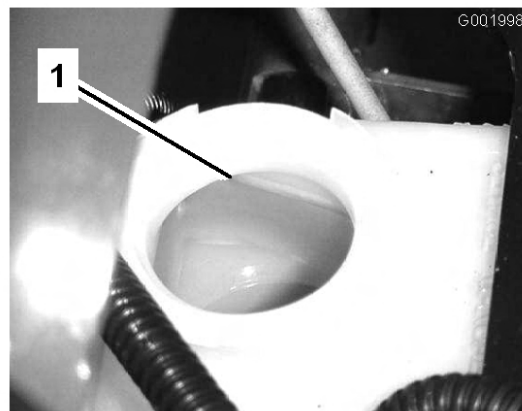

図 58
2. タンクの FULL マークまでオイルが入っているのを確認する (図 58)。